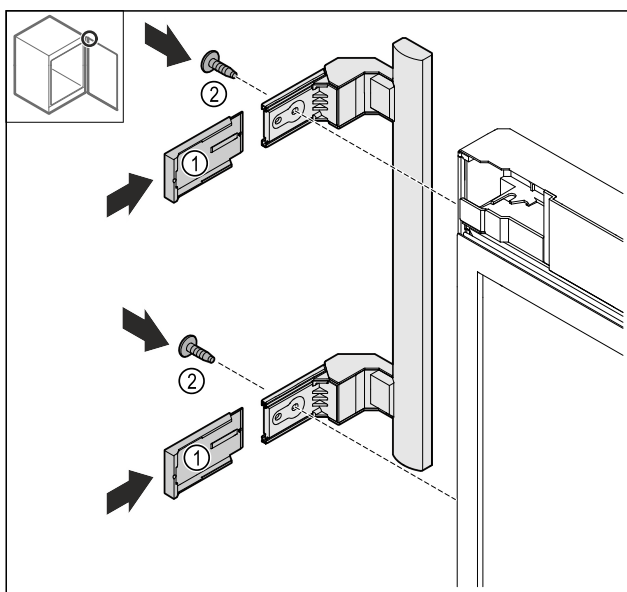

Fig. 16
- Applicare le coperture Fig. 16 (1).